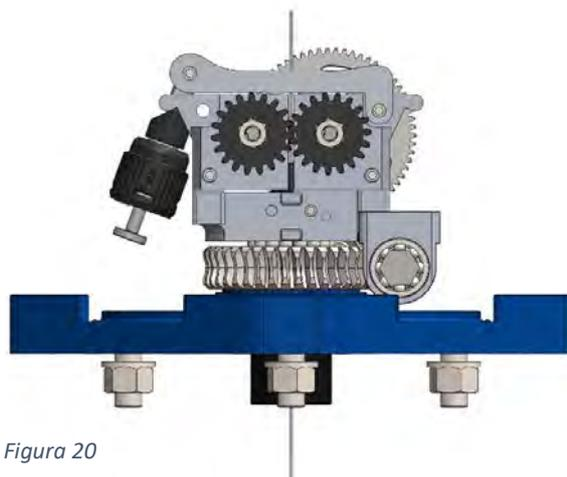

Figura 20
5. A questo punto si esegue il processo inverso **assicurandosi che il filo sia posizionato nelle cave delle ruote di contatto**, quindi riposizionare la manopola nella sua posizione iniziale e avvitare finché non viene attivato il limitatore di coppia in modo da trovarsi in questa situazione. Figura 20;